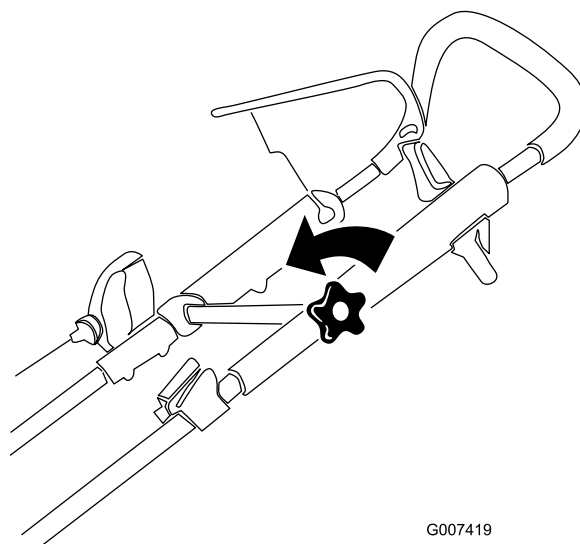

Рисунок 18
1. Ослабьте головку верхней части рукоятки (Рисунок 18).